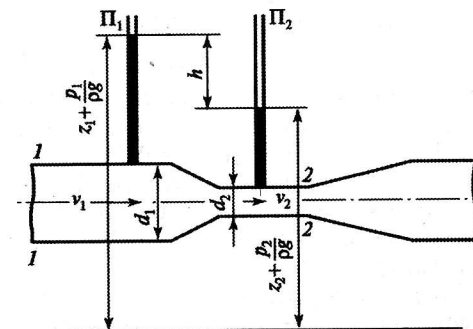

Рис. 5.8
**Задача 5.8.** Вода протекает по водомеру Вентури, состоящему из трубы диаметром  $d_1 = 20 \text{ см}$ , в которую вставлен участок трубы диаметром  $d_2 = 10 \text{ см}$  (рис. 5.8). Пренебрегая сопротивлением, определить расход воды, если в пьезометрах  $\Pi_1$  и  $\Pi_2$  разность показаний  $h = 0,25 \text{ м}$ .